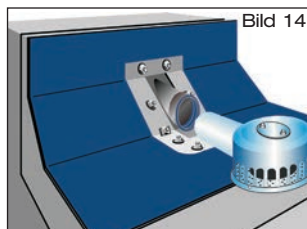

Bild 14
- 2.7 Dichtelement in Rohrmuffe des Ablaufrohrs mit Fest- und Losflansch einlegen (Bild 14). Dichtelement innen und Rohrende der DRAINJET®-Attikahaube mit Gleitmittel einstreichen.
- 3.7 Dichtelement in Rohrmuffe des Ablaufrohrs mit Fest- und Losflansch einlegen (Bild 14). Dichtelement innen und Rohrende der DRAINJET®-Attikahaube mit Gleitmittel einstreichen.